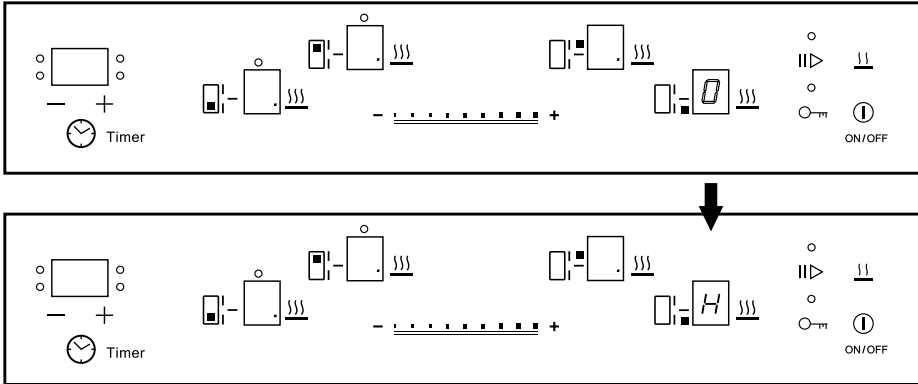

Рис. 16
После выключения конфорки в окне индикации ③ (рис. 16) высвечивается буква «Н» (от англ. Hot – «горячий»). Индикация «Н» гаснет, когда температура рабочей зоны становится безопасной для касания.